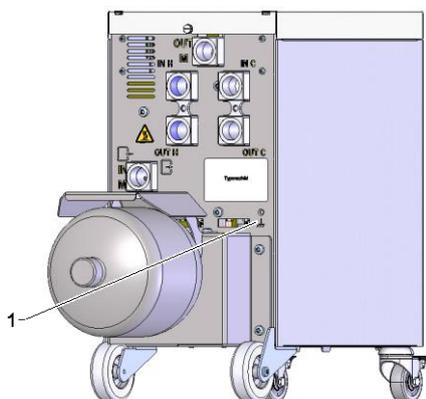

Рис. 17: Заземление
На эту функцию могут воздействовать расположенные рядом с переключающим устройством мощные ЭМС-источники. В этом случае корпус переключающего устройства необходимо заземлить лентой заземления (точка подключения к земле — см. (1) Рис. 17).